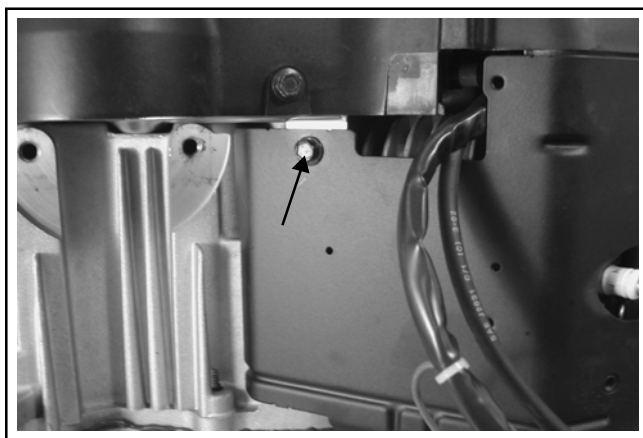

Figura 9-22. Notare la posizione delle viti corte.
3. Rimuovere le tre viti esagonali (su ogni lato) che fissano i deflettori esterni. Notare la posizione delle eventuali cinghie di sollevamento e delle due viti corte (una su ogni lato, in basso) per il riassetto. Vedere Figura 9-22.